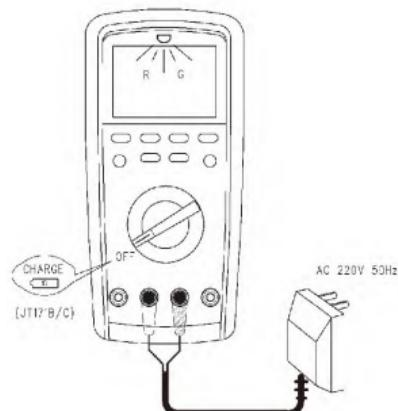

Abbildung 14
* Aufladung der eingebauten Lithium-Batterie: (Siehe Abbildung 14)